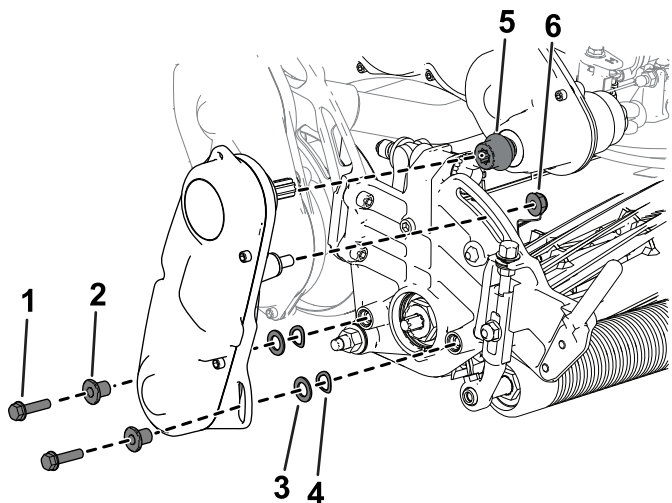

Bild 8
- D. Montieren Sie die Kupplung an der Antriebswelle des Getriebes (Bild 8).
- E. Verwenden Sie die zuvor entfernten Befestigungsmittel, um den Spindelantrieb in das Mähwerks einzubauen (Bild 8).
- F. Stellen Sie sicher, dass sich die Kupplung (Bild 8) auf der Antriebswelle des Getriebes leicht hin und her bewegen lässt.